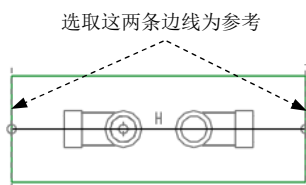

图 15.15 截面草图
(3) 绘制截面草图。选取图 15.15 所示的坯料的边线和 MAIN_PARTING_PLN 基准平面为草绘参考；绘制图 15.15 所示的截面草图（截面草图为一曲线），完成截面的绘制后，单击“草绘”操控板中的“确定”按钮。